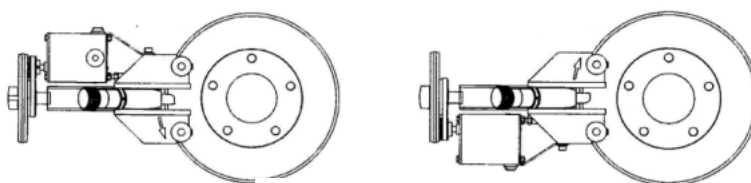

Рисунок 19
2. При необходимости переверните блок проточки вверх ногами (рис. 19).